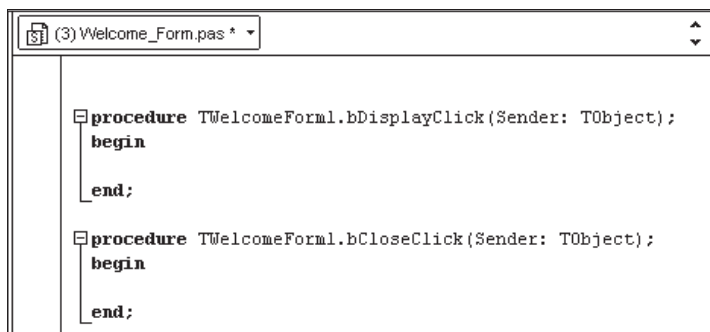

Рис. 14.6. Шаблон процедур обработки событий
- двойным щелчком левой кнопкой мыши в поле справа внести имя функции **bDisplayClick** — в главном окне программы открывается вкладка **Code**, а на нее выводится составленный программой при редактировании свойств кнопок процедуры обработки событий шаблон процедуры, выполняемой по щелчку на кнопке **Display** (рис. 14.6);